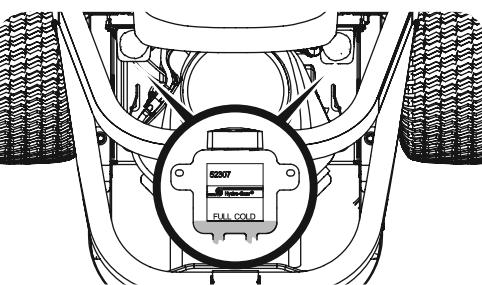

Figura 38
- Limpie el tapón del depósito y el área que la rodea para evitar que el aceite de transmisión se contamine con partículas. Consulte la Figura 38.
- Gire el tapón del depósito en sentido contrario al de las agujas del reloj para retirarlo, luego controle el nivel de aceite del depósito. El aceite debe ser visible en la base de la cubeta, pero el nivel del mismo NO debe estar por encima de la línea de "LLENO FRÍO". Consulte la Figura 38. NO LLENE EL DEPÓSITO.
- Extraiga el tapón del depósito de expansión de aceite de la transmisión. Consulte la Figura 38.